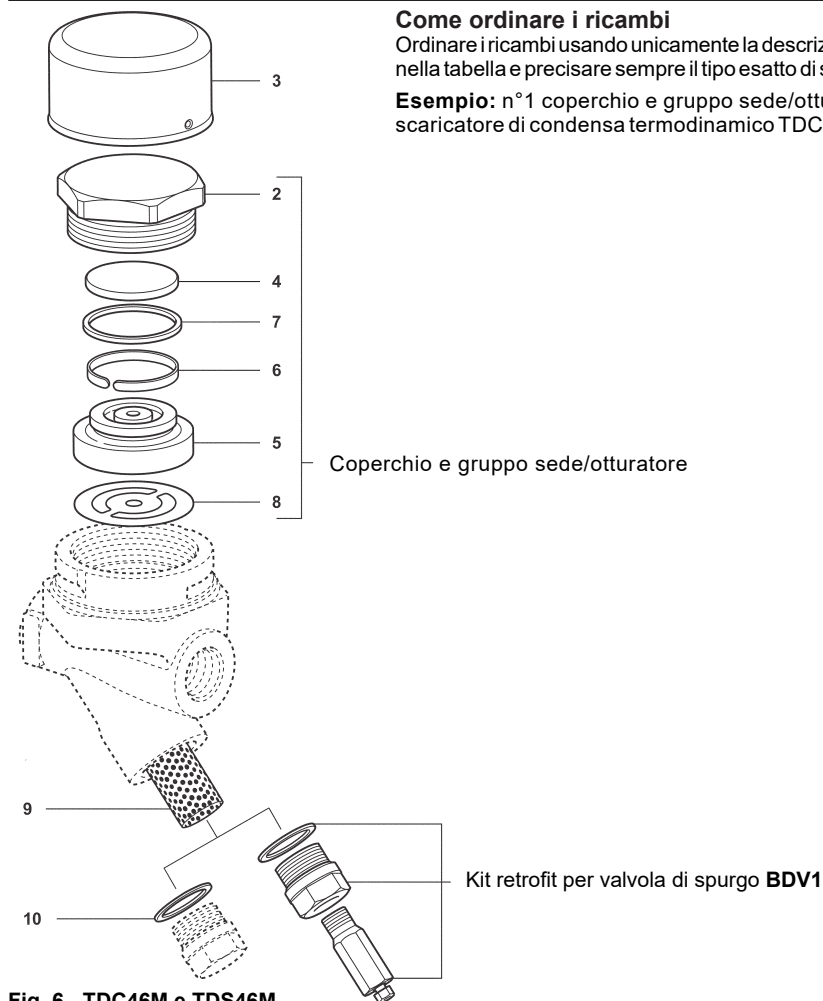

Fig. 6 - TDC46M e TDS46M
- Per effettuare l'accesso all'elemento filtrante, rimuovere il coperchio del filtro (11).
- Smontare l'elemento filtrante (9) e la guarnizione (10).
- Inserire nel filtro un elemento filtrante nuovo (o pulito) nell'incavo del coperchio del filtro (11 fornito nel kit di retrofit) prima di inserire le valvole di depressurizzazione BDV1 o BDV2 - Fare riferimento alle Fig. 6 e 7 per familiarizzare con le valvole BDV1 o BDV2.
- È sempre consigliabile utilizzare una guarnizione nuova (10) quando si rimonta l'unità procedendo allo smaltimento di quella dismessa e procedere al serraggio la coppia indicata in tabella (fare riferimento alla tabella 1, particolare 11, coperchio del filtro).